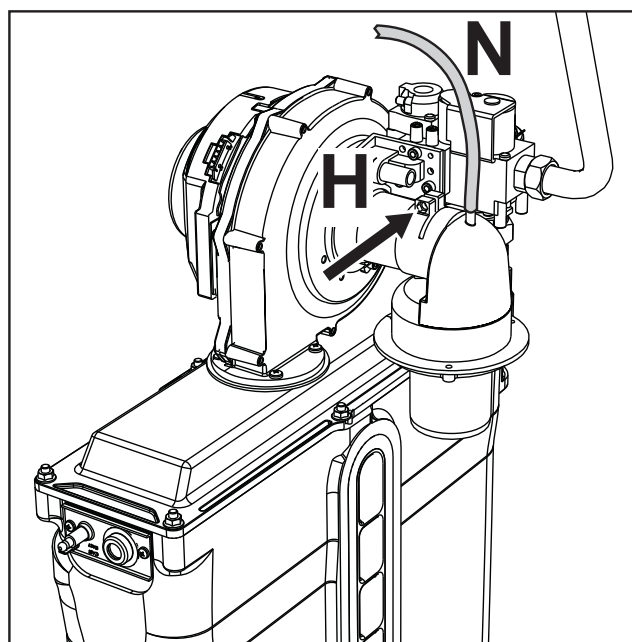

fig. 79
3. Scoateți tubul de compensare „N” și slăbiți șurubul „H” (vezi fig. 79).